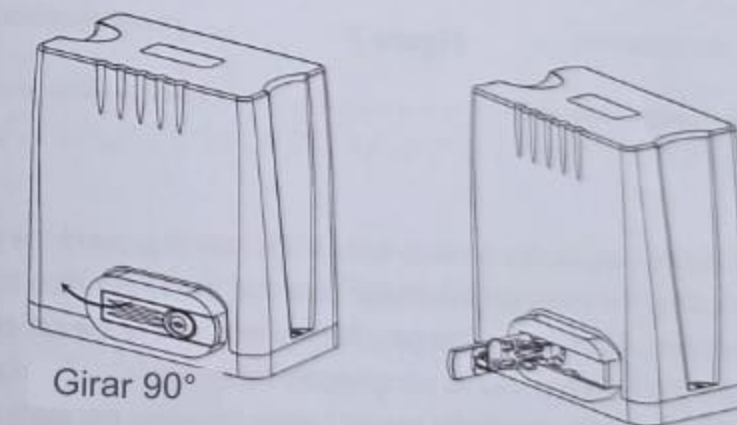

Figura 5
c) Desbloquee el motor principal antes de la instalación. El método de desbloqueo es: inserte la llave y abra la barra de liberación manual hasta que gire 90° como se muestra en la Figura 5. Luego gire el engranaje de salida y el engranaje se puede girar fácilmente.